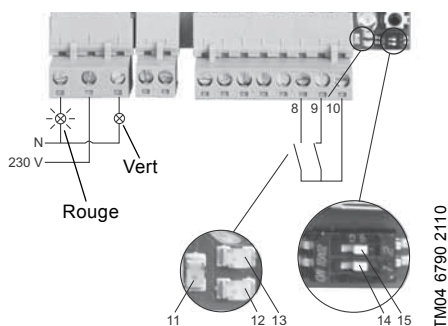

Fig. 10 Détection de trop-plein
Voir fig. 10.
Le voyant lumineux vert, indiquant un fonctionnement ordinaire, est éteint. La LED1 (pos. 11) clignote. Le nombre de clignotements indique l'alarme actuelle. Voir paragraphe 7.1.1 *Alarmes et avertissements système* et fig. 10.